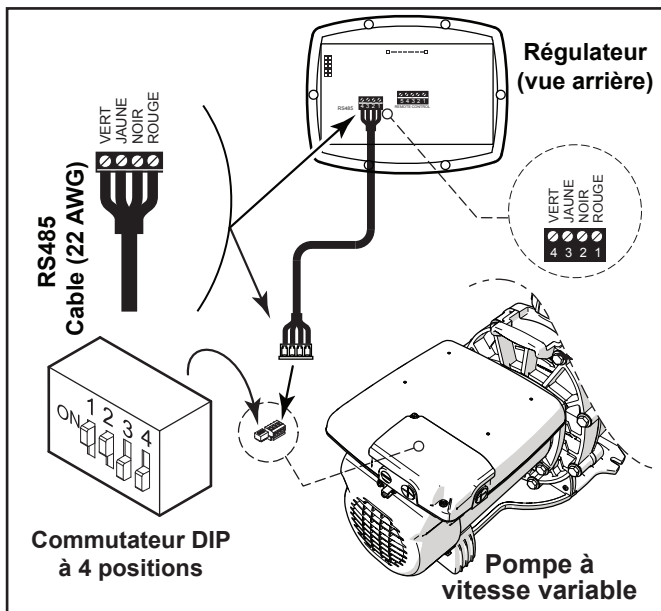

Figure 4. Raccordement du régulateur à la pompe à vitesse variable
5. Attacher les quatre (4) fils dans le câble RS-485 au connecteur RS-485. S'assurer que les couleurs correspondent aux positions sur le connecteur. Voir la Figure 4.
7. Configurer l'ensemble de commutateurs DIP pour le régulateur de la pompe avec le 1 et 2 à la position ON (activé) et les 3 et 4 à la position OFF (désactivé). Voir la Figure 4.
Pour l'ePump™ et la pompe VS-FHP2.0, le commutateur DIP à 4 ou 5 positions est situé à l'arrière de la pompe, comme illustré dans les figures 4 et 5.